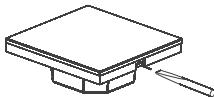

Рисунок 1. Отсоединение панели от корпуса.
- 3.3. Аккуратно отделите лицевую панель от корпуса при помощи отвертки [рисунок 1].